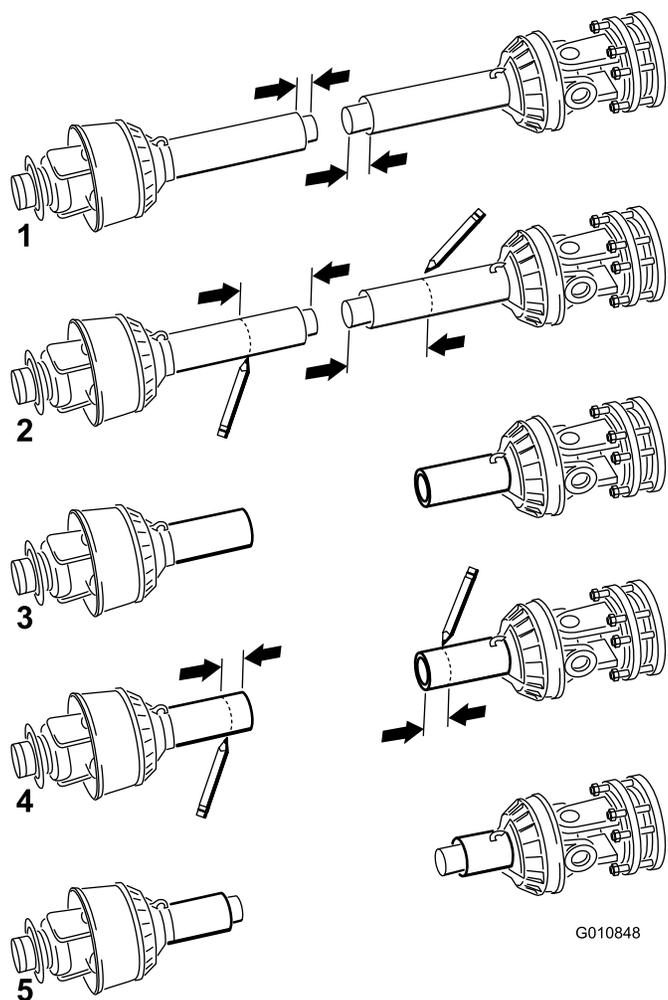

Figura 18
- Separate le due metà dell'albero della presa di forza (Figura 18, illustrazione 1).
- Misurate la distanza tra il bordo di ogni tubo e il relativo dispositivo di sicurezza (Figura 18, illustrazione 1). Annotate queste distanze.
- Usando le misure determinate al punto 8, individuate e contrassegnate l'altezza a cui tagliare un pezzo di dispositivo di sicurezza e di tubo da ogni metà dell'albero della presa di forza (Figura 18, illustrazioni 2 e 3).
- Usando le misure determinate al punto 11, individuate e contrassegnate l'altezza a cui tagliare i tubi per scoprire i dispositivi di sicurezza (Figura 18, illustrazioni 4 e 5).